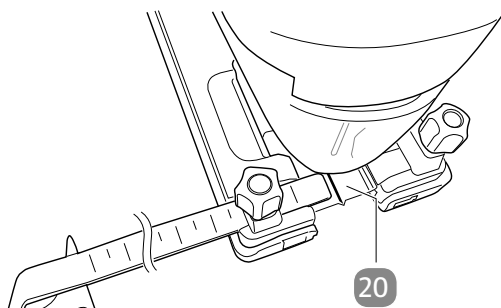

Fig. 1
3. Ajuste la distancia alineando el número deseado de centímetros en la guía paralela por encima de la línea roja **20** (véase la **fig. 1**).
- En primer lugar, dibuje sobre la pieza de trabajo la línea sobre la que quiera serrar. Con ayuda de la línea roja entre los tornillos de fijación (véase la **fig. 1**), podrá guiar la sierra a lo largo de la línea dibujada para serrar la pieza de trabajo de manera precisa.